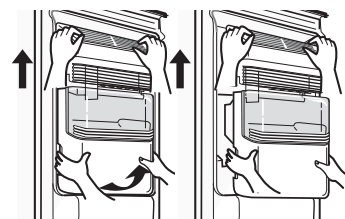

Figure 1
- Saisissez la poignée comme l'indique la figure 1.